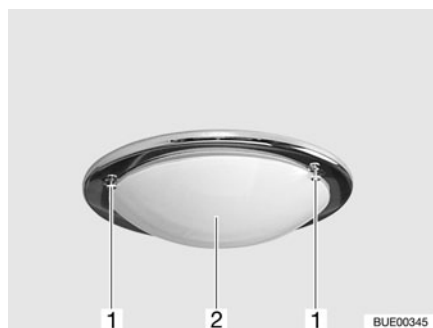

Fig. 247 Plafonnier
- Dévisser les vis (Fig. 247,1) et retirer avec précaution le couvercle en verre (Fig. 247,2).